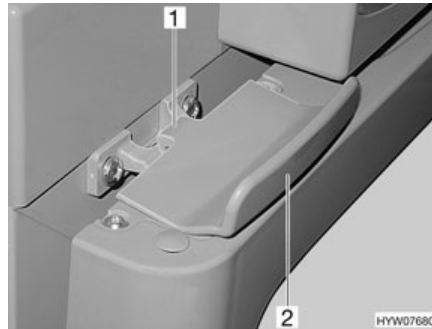

Fig. 156 Bloqueo de la puerta del frigorífico, cerrado (Thetford)
- Abrir la puerta del frigorífico con el tirador (Fig. 156,2). El bloqueo (Fig. 156,1) se abre automáticamente.